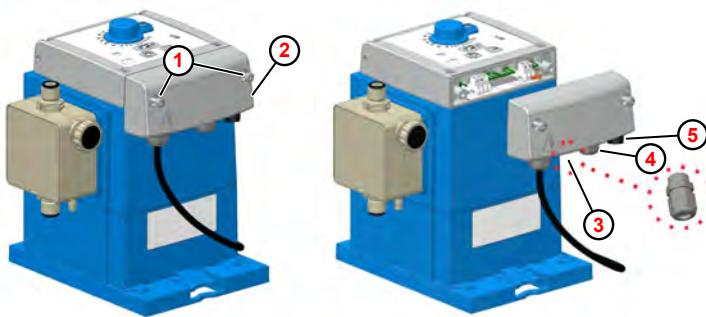

Fig. 11: Instalación eléctrica «EcoUp»
- ① Tornillo de la carcasa
- ② Tapa del compartimento de terminales
- ③ Paso de cables para la salida de la cantidad de dosificación o de alarma
- ④ Paso de cables para entrada de impulsos o de autorización
- ⑤ Conexión enchufable de entrada de nivel
( Fig. 11 , ② )
1. ➔ Aflojar los dos tornillos de la carcasa ( Fig. 11 , ① ). Los tornillos están asegurados para que no caigan hacia fuera.
2. ➔ Quitar la tapa del compartimento de terminales ② .
3. ➔ Para conectar la salida de la cantidad de dosificación o de alarma, montar el racor atornillado M12x1,5 para cables del paquete adicional de la bomba en la ubicación correspondiente ③ , guiar el cable, apretar la unión roscada y conectar los hilos de cable según el diagrama de terminales.
4. ➔ Para conectar a la entrada de impulso o de autorización, guiar el cable a través del racor atornillado para cables correspondiente ④ , apretar la unión roscada y conectar los hilos de cable según el diagrama de terminales.
5. ➔ La conexión para la entrada de nivel debe conectarse a la hembrilla ⑤ prevista para este fin.
6. ➔ Una vez finalizados todos los trabajos de instalación, volver a montar la tapa del compartimento de terminales ② y apretar los tornillos de fijación ① .
Tras el desmontaje de la tapa del compartimento de terminales ( Fig. 11 , ② ) los bornes quedan accesibles.